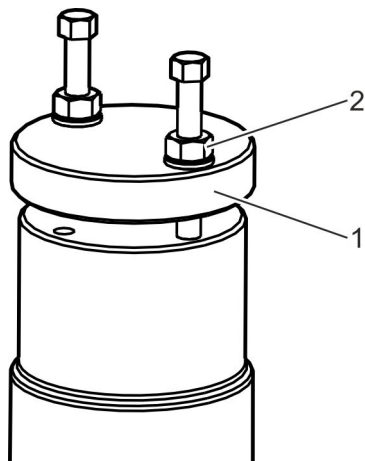

Abb. 31: Blockierbohrung festsetzen
- 8.** ➤ Blockierbohrung (Abb. 31/1) mit den zuvor montierten Muttern (Abb. 31/2) gleichmäßig auf das aus dem Gehäuse austretende Führungsstück herunterdrücken.
- 12.** ➤ Muttern (Abb. 31/2) lösen.